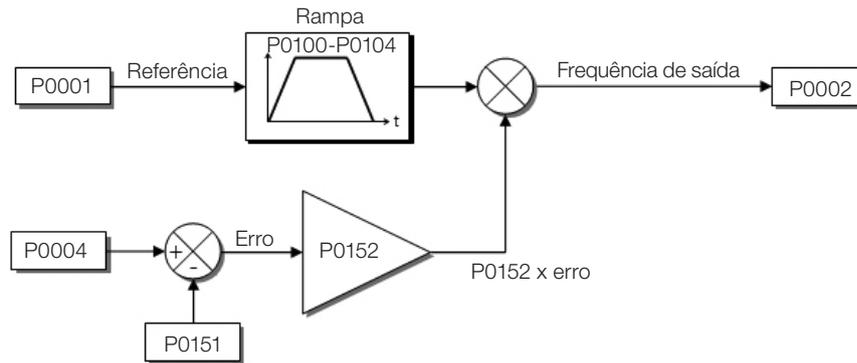
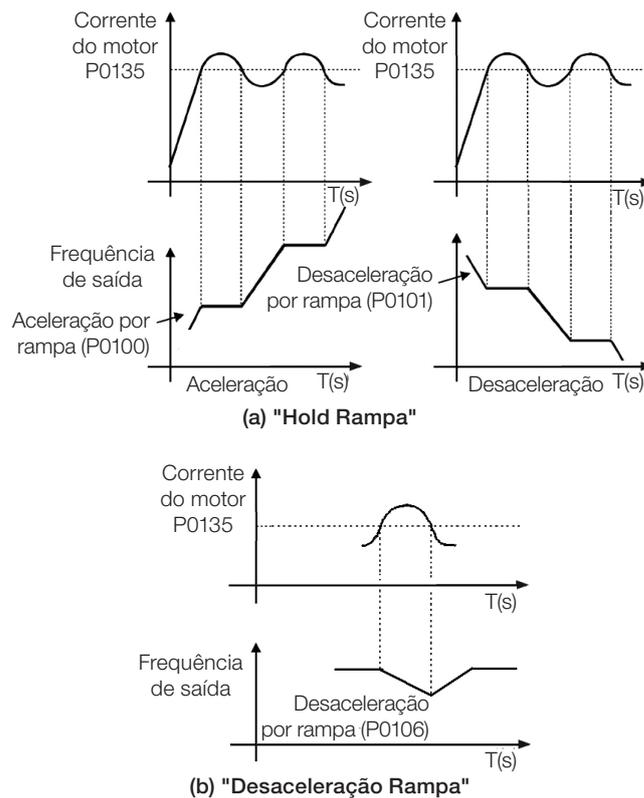

Figura 9.8: Blocodiagrama da limitação da tensão do Link DC - Acelera Rampa
Figura 9.10: (a) e (b) Modos de atuação da Limitação de Corrente via P0135
Atuação: a tensão do Link DC é medida (P0004) e comparada com o valor ajustado em P0151, a diferença entre estes sinais (erro) é multiplicado pelo ganho proporcional (P0152), o resultado é então somado à saída da rampa, conforme Figura 9.8 na página 9-13 e Figura 9.10 na página 9-14.
- Atuação: se a corrente do motor ultrapassar o valor ajustado em P0135 durante a aceleração ou desaceleração, a velocidade não será incrementada (aceleração) ou decrementada (desaceleração). Quando a corrente do motor atingir um valor abaixo de P0135 o motor volta a acelerar ou desacelerar. Consulte a Figura 9.10 na página 9-14.
- Atuação: se a corrente do motor ultrapassar o valor ajustado em P0135 força-se um valor nulo para a entrada da rampa de velocidade forçando a desaceleração do motor. Quando a corrente do motor atingir um valor abaixo de P0135 o motor volta a acelerar. Consulte a Figura 9.10 na página 9-14.
Nível de corrente para ativar a limitação de corrente para os modos Hold de Rampa e Desacelera Rampa, conforme Figura 9.10 na página 9-14, respectivamente.